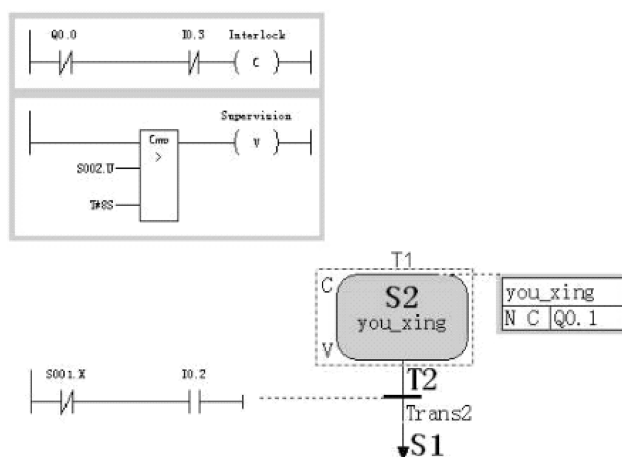
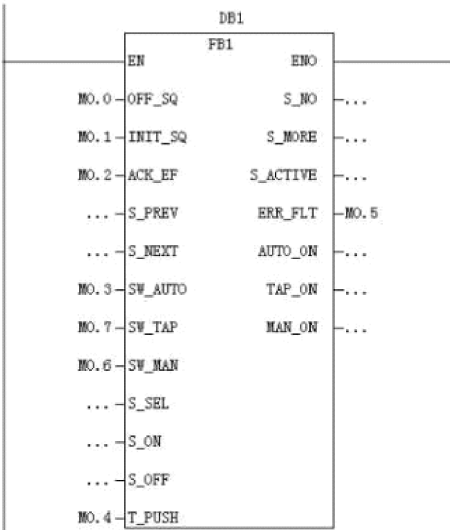

图 6-45 往右运动的控制程序
图 6-46 在 OB1 里编写的程序
- 2) 控制往右运动的控制程序如图 6-45 所示，在 OB1 里编写的程序如图 6-46 所示。
在图 6-44 和图 6-45 中的转移条件里分别出现“S002. X”和“S001. X”, 其中: